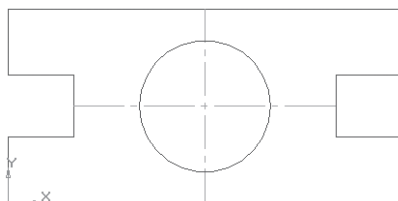

Рис. 49
- проверьте правильность построения (рис. 49).